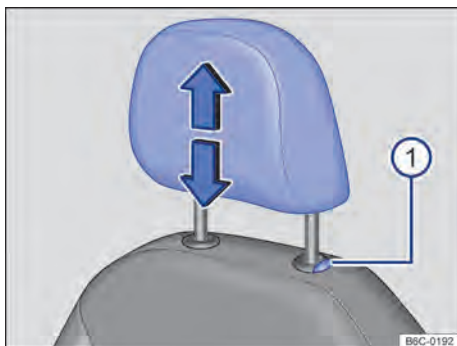

Fig. 65 Apoio para cabeça dianteiro: desinstalar.
- Retirar o apoio para cabeça com o botão → Fig. 65 ❶ pressionado.
- Empurrar o apoio para cabeça totalmente para baixo com o botão → Fig. 65 ❶ pressionado.